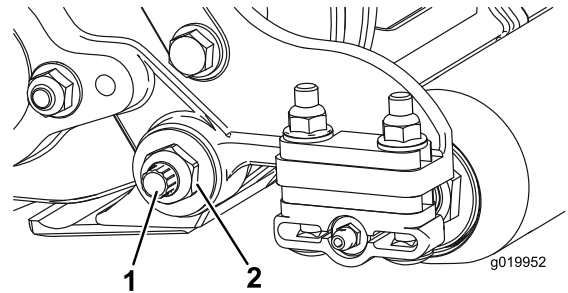
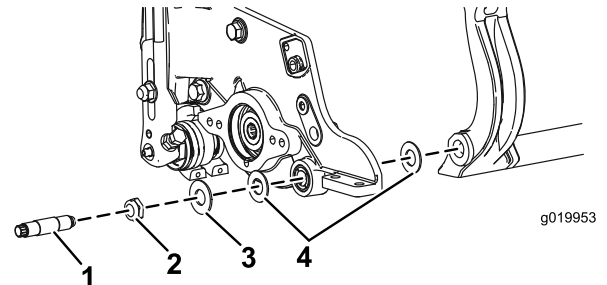
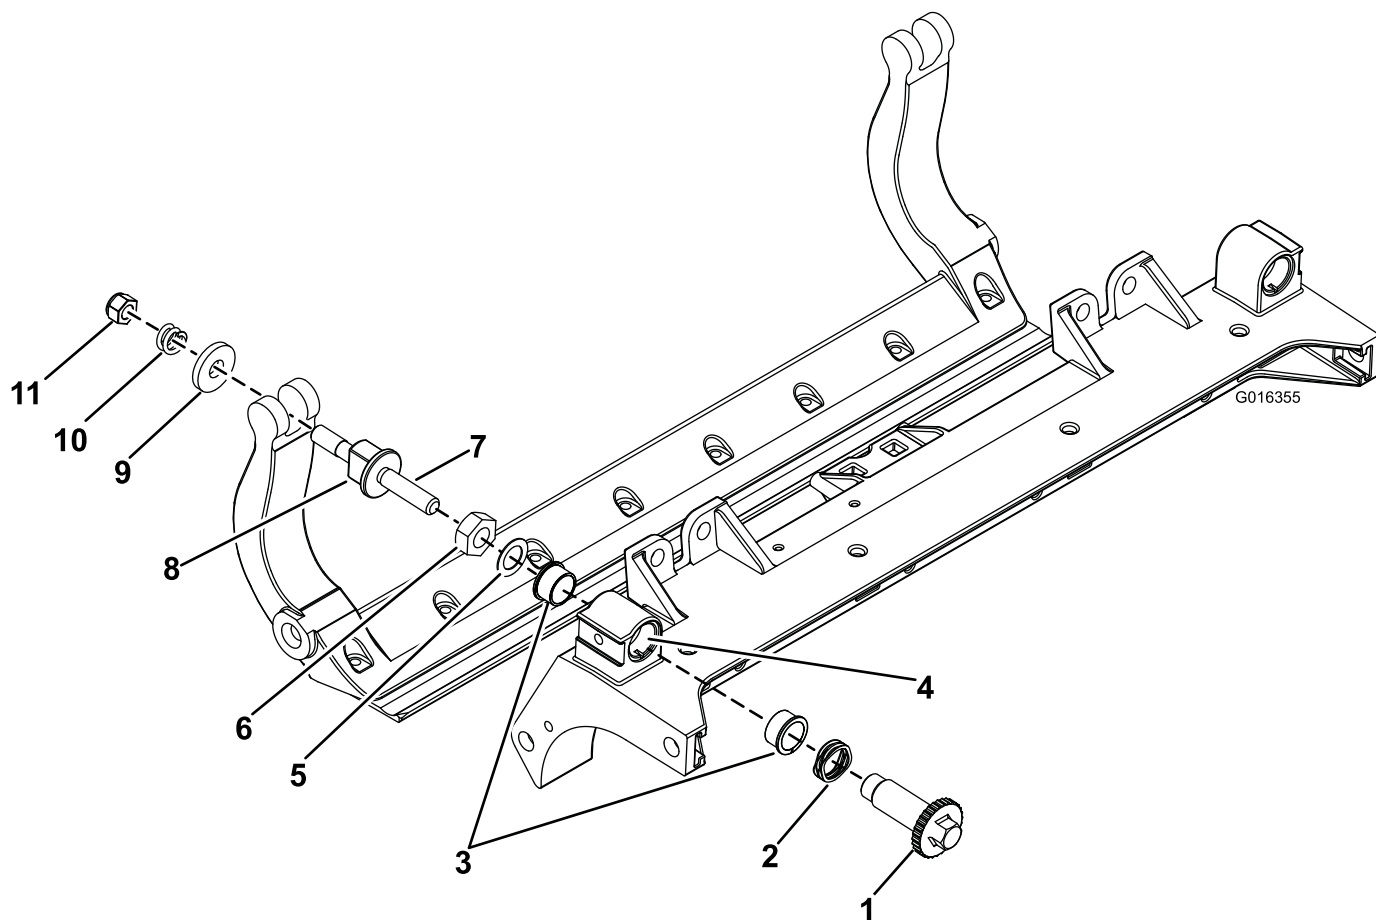

Figura 26
Figura 27
Figura 29
3. En cada lado de la máquina, afloje la contratuerca que fija el perno de la barra de asiento (Figura 26).
4. Retire cada perno de la barra de asiento, para poder tirar de la barra hacia abajo y retirarla de la máquina (Figura 26). Guarde las 2 arandelas de nylon y la arandela de acero troquelado de cada extremo de la barra de asiento (Figura 27).
2. Fije la barra de asiento a cada chapa lateral con los pernos de la barra (con tuercas en los pernos) y las 6 arandelas. Debe colocarse una arandela de nylon en cada lado del saliente de la chapa lateral. Coloque una arandela de acero por fuera de cada arandela de nylon (Figura 27). Apriete los pernos de la barra de asiento a 37-45 Nm. Apriete las contratueras uniformemente en cada lado hasta que no pueda girar las arandelas de acero exteriores a mano. Luego afloje las contratueras hasta que apenas pueda girar las arandelas de acero exteriores a mano, y toda la holgura haya quedado eliminada de la barra de asiento.
4. Instale una arandela ondulada sobre el eje del ajustador e introduzca el eje del ajustador en los casquillos con brida del bastidor de la unidad de corte (Figura 29).
5. Sujete el eje del ajustador con una arandela plana y una contratuerca (Figura 29). Apriete la contratuerca a 20-27 N-m.
9. Sujete la barra de asiento a cada chapa lateral con los pernos de la barra (con tuercas en los pernos) y las 6 arandelas. Debe colocarse una arandela de nylon en cada lado del saliente de la chapa lateral. Coloque una arandela de acero por fuera de cada arandela de nylon (Figura 29). Apriete los pernos de la barra de asiento a 37-45Nm. Apriete las contratueras uniformemente en cada lado hasta que no pueda girar las arandelas de acero exteriores a mano. Luego afloje las contratueras hasta que apenas pueda girar las arandelas de acero exteriores a mano, y toda la holgura haya quedado eliminada de la barra de asiento (Figura 27).
1. Retire todas las piezas (consulte las *Instrucciones de instalación* del Kit HD DPA Modelo 120-7230 y Figura 29).
2. Aplique antigripante al interior del alojamiento de los casquillos del bastidor central de la unidad de corte (Figura 29).
3. Alinee los salientes de los casquillos con brida con las ranuras del bastidor, e instale los casquillos (Figura 29).